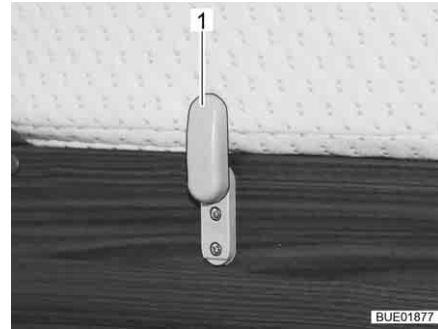

Fig. 84 Barra de bloqueo
- Girar las barras de bloqueo (Fig. 84,1) del colchón hacia abajo.